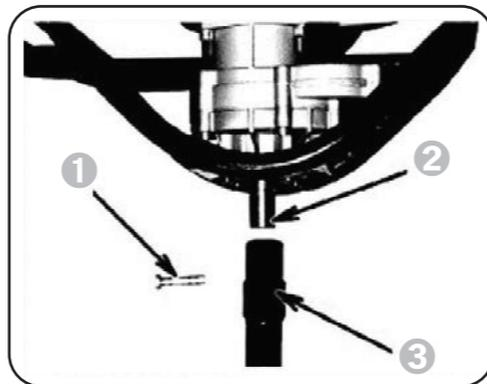

Рисунок 5. Сборка
Установите выходной вал (2) в отверстие шнека (3) и закрепите его используя, подходящий стопор шнека (1) (Рис. 5.).